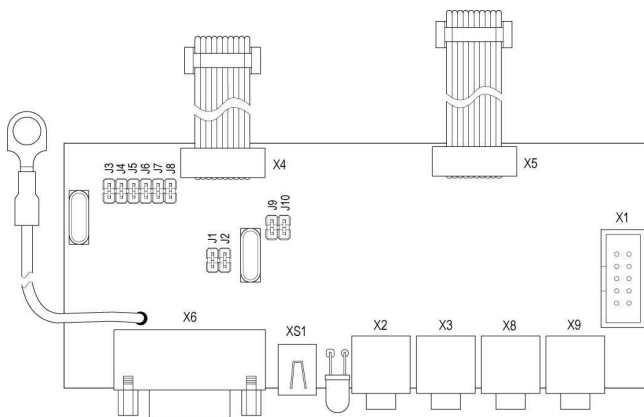

Рис.3 Плата блока сопряжения
На печатной плате Блока сопряжения расположены (рис.3):
* - при отсутствии COM-порта на компьютере можно использовать USB-порт, применив кабель и USB и переустановив на плате блока сопряжения перемычки J1 и J2 на J9 и J10 (см.рис.3).